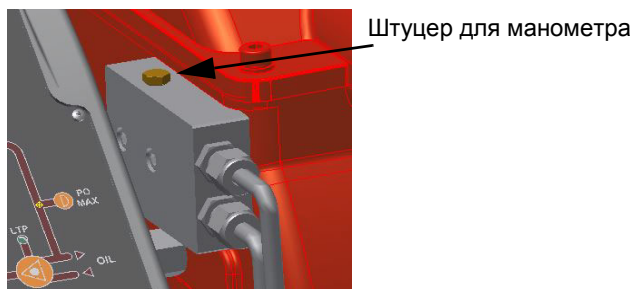

Рис. 14
6. Давление питания форсунки уже отрегулировано заранее на заводе-изготовителе и не должно изменяться. Только в случае необходимости, отрегулировать давление питания (см. соответствующий параграф) следующим образом: установить манометр в положение, указанное на Рис. 14, воздействовать на регулировочный винт **VR** насоса (см. Рис. 13) до получения на форсунке давления в 20 бар (форсунки Monarch или форсунки Bergonzo - см. на стр.24-25);
- (RD) I БОЛЬШОЕ ПЛАМЯ
- (BU) II РЕЖИМ ВЫЖИДАНИЯ
- (OG) III МАЛОЕ ПЛАМЯ ГАЗА
- (YE) IV МАЛОЕ ПЛАМЯ ДИЗТОПЛИВА
- (BK) V РОЗЖИГ НА ДИЗТОПЛИВЕ
- (GN) VI РОЗЖИГ НА ГАЗЕ
- 9 Давление питания форсунки уже отрегулировано заранее на заводе-изготовителе и не должно изменяться. Только в случае необходимости, отрегулировать давление питания (см. соответствующий параграф) следующим образом: установить манометр в положение, указанное на Рис. 14, воздействовать на регулировочный винт **VR** насоса (см. Рис. 38) до получения на форсунке давления в 20бар (форсунки Monarch или форсунки Bergonzo - см. на стр.33-34);